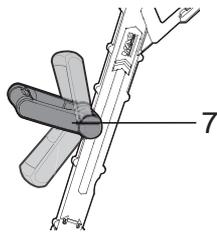

Fig. 5
- > Mettez la poignée auxiliaire [7] dans la position requise (Fig. 5).